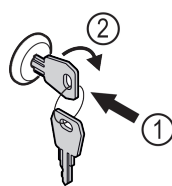

Fig. 170 Voorbeeld
- Sleutel erin duwen Fig. 170 (1).
- Sleutel 90° rechtsom draaien Fig. 170 (2).